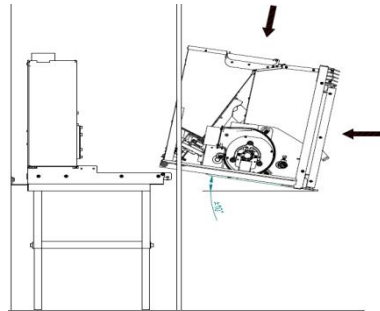

Figure 7 - Installation
- Après avoir fixé la base de l'insert et raccordé la cheminée, présenter la partie mobile de l'équipement (figure 7).